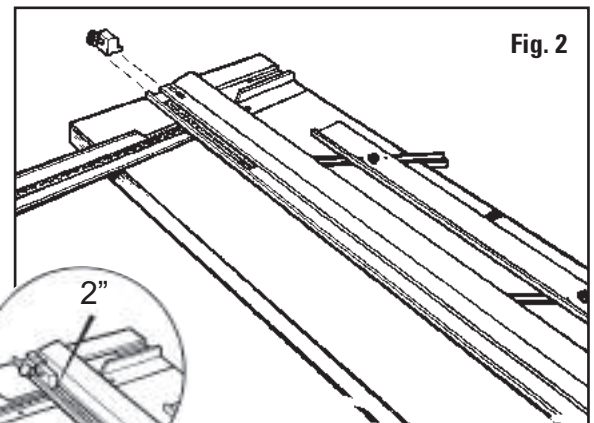

Fig. 2
- Instale el tope del carril de guía sobre el carril de guía y apriete en la marca de 2" en la escala. **Fig. 2**
- Installare l'arresto della rotaiola di guida sulla rotaiola stessa e serrare sul segno 2" del righello. **Fig. 2**